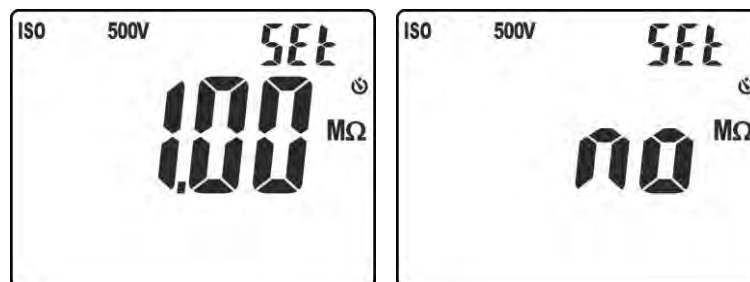

Abb. 16: Einstellung des Grenzwerts bei der Isolationsmessung
5. Drücken Sie die Tasten **▼/⚡** oder **▲/ZERO** zur Auswahl des Werts unter den folgenden Optionen: **0.10M Ω , 0.230M Ω , 0.50M Ω , 1.00M Ω , 100M Ω , no**. Die Option "no" bedeutet, dass kein Grenzwert eingestellt wurde (siehe Abb. 16).
4. Drücken und halten Sie die Taste **VTEST/LIM** (>2s) zur Einstellung des minimalen Grenzwerts bei der Messung. Das Symbol "Set" blinkt im Display. Drücken Sie die Tasten **▼/☼** oder **▲/ZERO** zur Auswahl des Werts unter den folgenden Optionen: **0.10MΩ, 0.230MΩ, 0.50MΩ, 1.00MΩ, 100MΩ, no**. Die Option "no" bedeutet, dass keinen Grenzwert eingestellt wurde (siehe Abb. 16).
4. Drücken und halten Sie die Taste **VTEST/LIM** (>2s) zur Einstellung des minimalen Grenzwerts bei der Messung. Das Symbol "Set" blinkt im Display. Drücken Sie die Tasten **▼/⚡** oder **▲/ZERO** zur Auswahl des Werts unter den folgenden Optionen: **0.10MΩ, 0.230MΩ, 0.50MΩ, 1.00MΩ, 100MΩ, no**. Die Option "no" bedeutet, dass keinen Grenzwert eingestellt wurde (siehe Abb. 16).